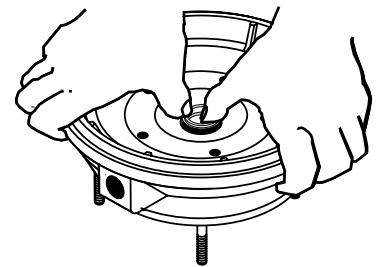

Figura 10
3. Coloque la arandela de cartón sobre la superficie del sello. Con la presión del dedo pulgar, presione la mitad de cerámica del asiento en la cavidad de la placa de estancamiento con firmeza (ver figura 10).